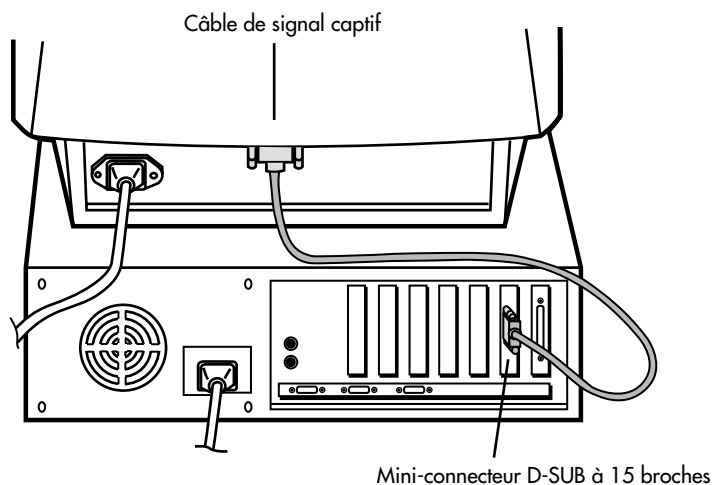

Figure A.1
3. Pour le PC : Connecter la mini-fiche D-SUB à 15 broches du câble de signal au connecteur de la carte vidéo du système (**Figure A.1**). Serrer toutes les vis.